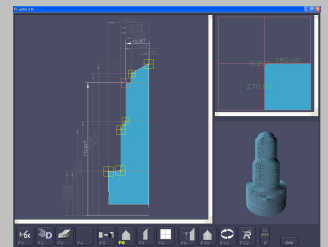

Bild 6
4. Insbesondere für **Stufenwerkzeuge** kann mit ZOLLER automatisch eine bemaßte Zeichnung generiert werden. Zur visuellen Optimierung der Darstellung scannt das »genius 3« das Werkzeug unter Rotation und stellt somit eine realistische Darstellung des Bohr- oder Senkwerkzeugs zur Verfügung (Bild 6).